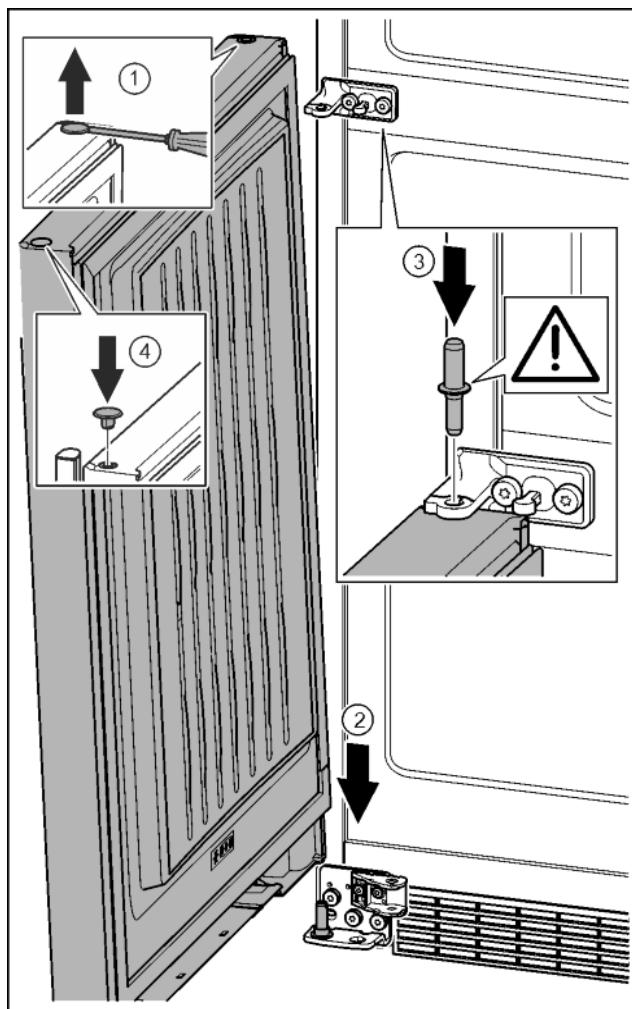

Fig. 38
- Осторожно приподнять шлицевой отверткой заглушку и извлечь ее. Fig. 38 (1)
- Установить дверь сверху на нижний опорный палец. Fig. 38 (2)
- Вставить средний опорный палец через средний опорный кронштейн в нижнюю дверь. При этом следить за тем, чтобы выступ фиксатора был направлен назад. Fig. 38 (3)
- Заглушку снова вставить с другой стороны. Fig. 38 (4)